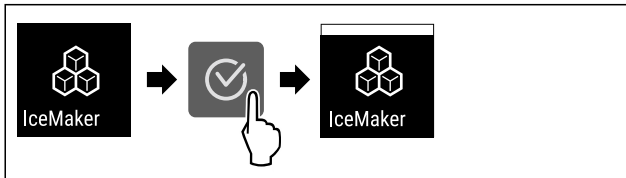

Fig. 20
- ▶ Provedte akční kroky (viz Fig. 20).